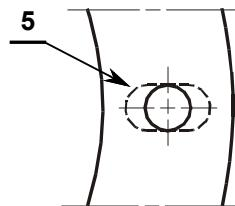

Fig. 7
- Si es necesario, agrandar los orificios de la junta aislante 5)(Fig. 7).